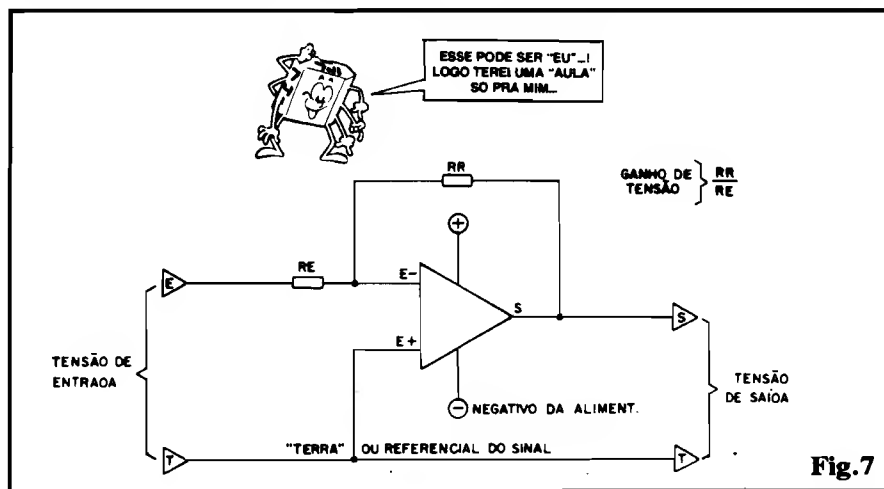

Fig.7
- FIG. 7 - UM ARRANJO BÁSICO PARA UTILIZAÇÃO DE AMPLIFICADOR OPERACIONAL - Observem com **atenção** essa estrutura circuital básica, que será vista e utilizada um “monte” de vezes, daqui pra frente, nas nossas “Aulas”. No caso, estamos utilizando “ativamente” a função INVERSORA do Amp.Op. (notem que a ENTRADA “E-” é a que recebe o sinal...). Vemos também que a ENTRADA operacionalmente não utilizada (a não-inversora, “E+”) encontra-se, simplesmente ligada ao “terra” ou referencial de “zero” e que NÃO OBRIGATORIAMENTE corresponde à linha do **negativo** da Alimentação (detalhes na próxima figura...). Vemos também dois resistores (RR e RE), correspondendo aos condi-